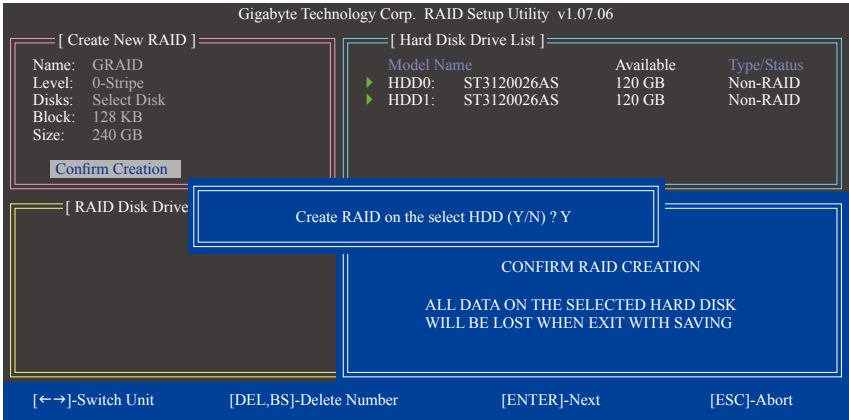

图7
6. 确认建立磁盘阵列(Confirm Creation): 完成以上设置后光标将自动跳至「 Confirm Creation」项目, 请按<Enter>键。当确认消息出现时, 确定制作磁盘阵列请按<Y>, 取消请按<N> (图7)。